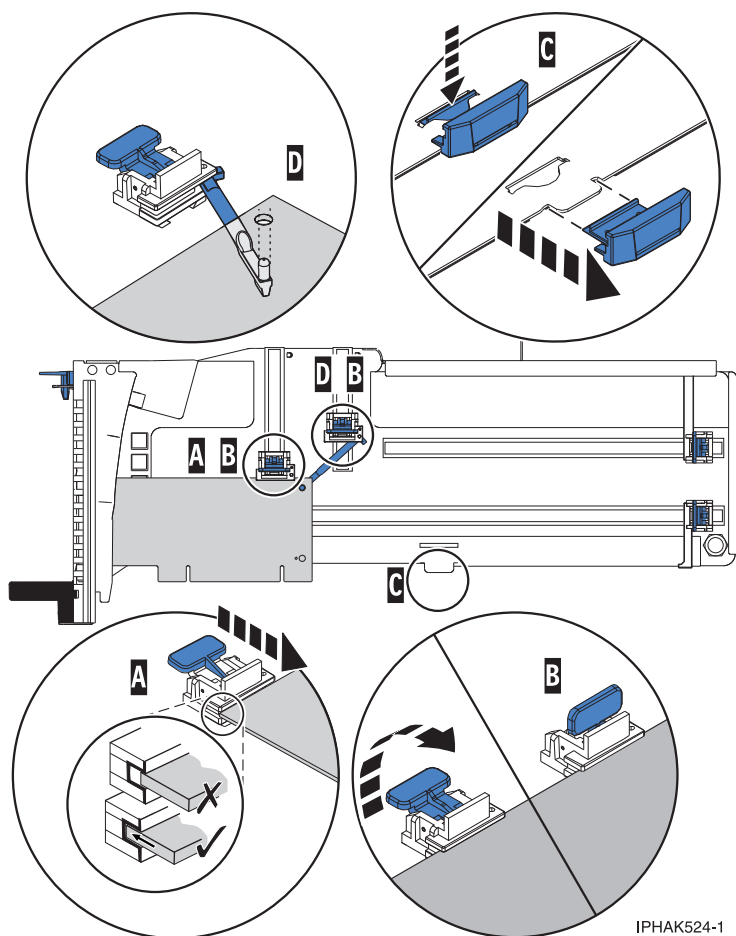

図 34. 所定位置に保持具およびフック・アームが付いた PCI アダプター・カセット内の小型 PCI アダプター
- アダプターのスタビライザー (C) を取り外す。46 ページの図 34を参照してください。
- フック・アーム (D) をアダプターのコーナーにある穴にセットする。これがアダプターがシステム・バックプレーンのコネクターから外されたとき、アダプターを支えます。
- 保持具 (B) をセットして、ロックする。
- アダプター端が保持具すべての溝 (A) に収まっていることを確認する。アダプターの形状またはコネクターの場所がアダプター端が保持具の溝に収まるのを妨げている場合でも、保持具がそれでもアダプター端またはコネクターに対してしっかりとロックされていることを確認します。